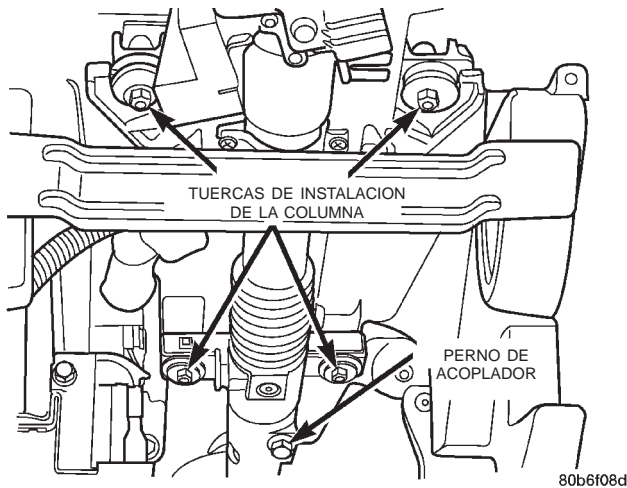

Fig. 35 Montaje de la columna de dirección
(15) Coloque el interruptor de encendido en la posición ON, después desconecte y retire el conector de cable de interbloqueo del cambiador del receptáculo del alojamiento de la traba de encendido.
(16) Gire el interruptor de encendido nuevamente a la posición LOCK (BLOQUEO) para evitar el giro del volante de dirección y que se pierda la centralización del muelle de reloj, una vez que se haga el desmontaje de la columna de dirección.
(17) Retire el perno que fija el acoplador al eje inferior del volante de dirección (Fig. 35).